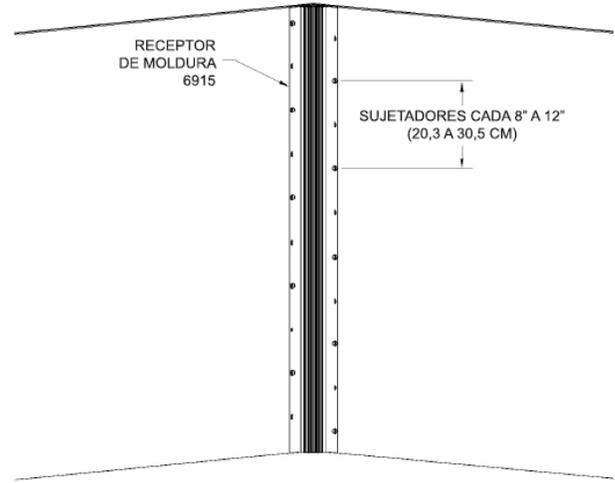

Fig. 2
4. Coloque el receptor de moldura contra el bloque y en la pared. Fije cada 8" a 12" (20,3 a 30,5 cm) a lo largo del reborde de clavos, asegurándose de que el receptor quede bien sujeto utilizando clavos o tornillos galvanizados, inoxidable o resistentes a la corrosión (Fig. 2).